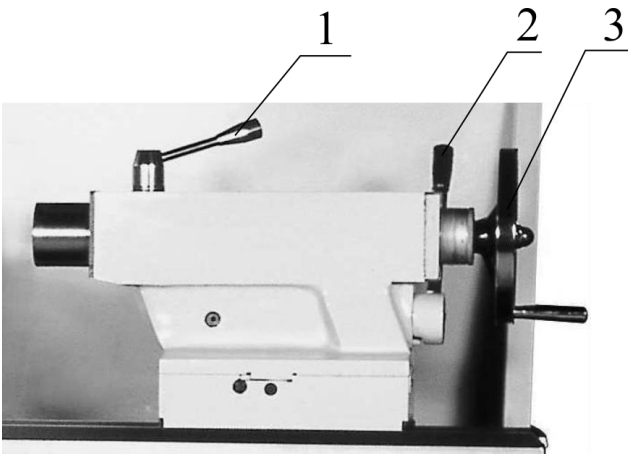

Рисунок 10.
**Органы управления задней бабки (см. рис. 10).**